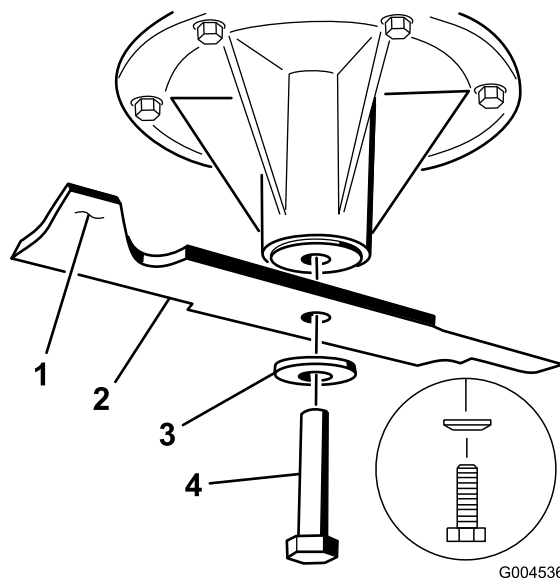

Figure 94
déséquilibrée, limez un peu l'extrémité de la partie relevée seulement (Figure 94). Répétez la procédure jusqu'à ce que la lame soit équilibrée.
1. Placez la lame sur l'axe (Figure 94).
**Remarque:** Orientez le cône de la rondelle élastique vers la tête du boulon (Figure 94). Serrez le boulon de la lame à un couple de 115 à 150 Nm.